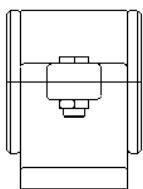
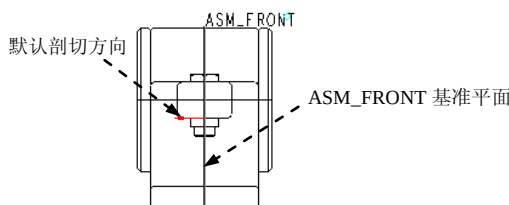

图 3.12.36 左视图
图 3.12.37 定义剖切方向
Step1. 在工程图模式下，创建左视图。单击选中主视图，然后右击，从弹出的快捷菜单中选择 **插入投影视图...** 命令；在系统 **选取绘制视图的中心点。** 的提示下，在图形区的主视图的右部任意选取一点，系统自动创建左视图；双击左视图，在弹出的“绘图视图”对话框中设置视图的显示模式为 **消隐**，切边显示模式为 **无**，设置完成后的左视图如图 3.12.36 所示。
(1) 双击左视图，系统弹出“绘图视图”对话框。
(2) 选取 **类别** 区域中的 **截面** 选项，在 **剖面选项** 区域中选中 **2D 剖面** 单选项，然后单击 **+** 按钮，在 **名称** 下拉列表框中选取剖截面 **B** (B 剖截面在零件模型环境中已创建)；在 **剖切区域** 下拉列表框中选取 **一半** 选项，在绘图区选取“ASM_FRONT”基准平面，此时视图如图 3.12.37 所示，单击绘图区 ASM_FRONT 基准平面右侧任一点使箭头指向右侧。